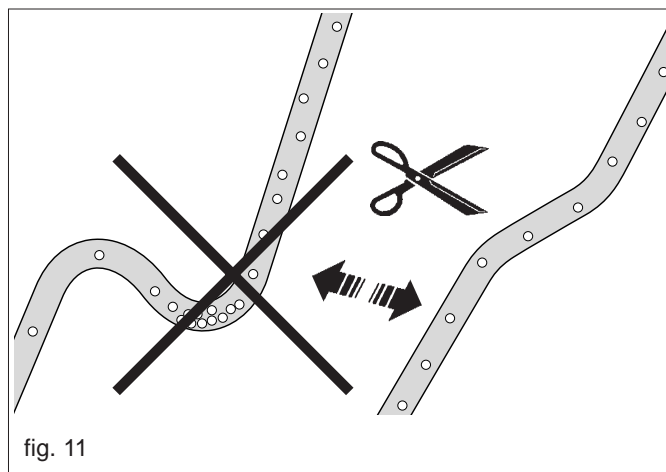

fig. 11
- 7) Die Länge der Gerät-treuschläuche kontrollieren: Bei der Arbeit muß vermieden werden, daß sich Krümmungen und Biegungen bilden, da diese zum Brechen der Schläuche führen können. Eventuell ist die Länge der Schläuche gemäß Abbildung 11 den Arbeitsbedingungen anzupassen.
Der Hersteller liefert ein biegesteifes Rohr mit $\varnothing 100$ mm zur Befestigung am Schlepper (A, Abb. 13). Beide Enden des Rohrs mit dem Kunststoffschlauch $\varnothing 102$ mm (B, Abb. 13) an die im Heck- bzw. Frontanbau befestigten Geräte anschließen. Darauf achten, daß sich keine Schlaufen bilden und der Schlauch nicht abknickt (Abb. 11).